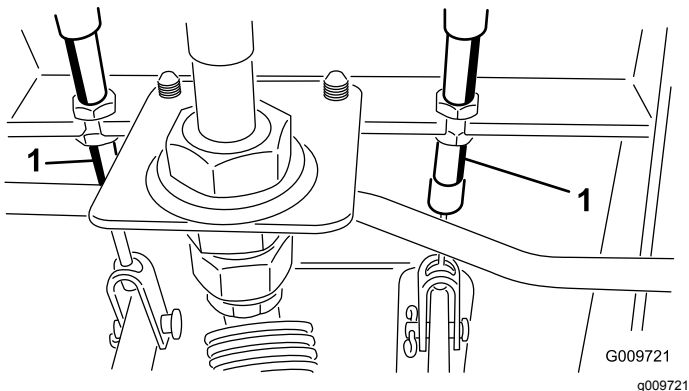

Figura 73
- A. Allentate il dado anteriore sull'estremità filettata del cavo del freno (Figura 73).